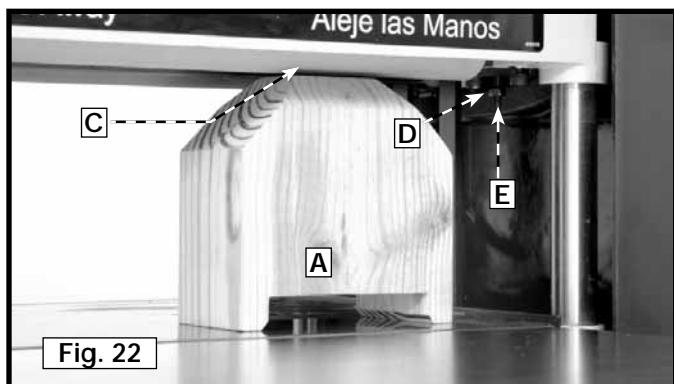

Fig. 22
- Enlever la jauge d'épaisseur à lame, puis déplacer la cale étalon (A) fig. 22 sous une des extrémités du cylindre de sortie (C). La partie inférieure du cylindre de sortie doit entrer en contact avec la partie supérieure de la cale étalon.
- Pour régler le cylindre de sortie, desserrer le contre-écrou (D) fig. 22 et utiliser une clé hexagonale pour tourner la vis de réglage (E) de manière à ce que le cylindre de sortie entre en contact avec la cale étalon (A). Serrer le contre-écrou.